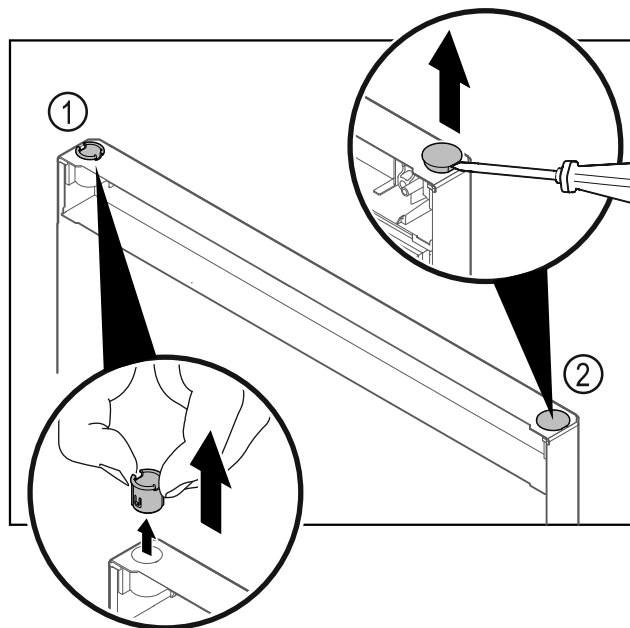

Fig. 27
- ▶ Τραβήξτε έξω την υποδοχή μεντεσέ Fig. 27 (1) με το δάχτυλο.
- ▶ Ανασηκώστε προσεκτικά την τάπα Fig. 27 (2) με ένα ίσιο κατασαβίδι και τραβήξτε την έξω.